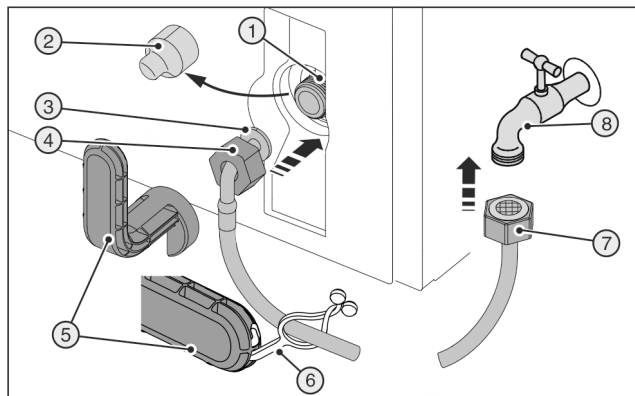
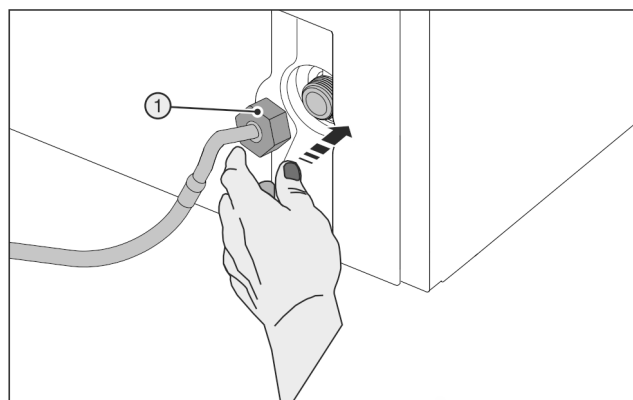

Fig. 45
Fig. 46
Rozbite urządzenie pomocnicze Fig. 45 (5)!
- ▶ Narzędzie pomocnicze Fig. 45 (5) stosować wyłącznie w temperaturze pokojowej.
- ▶ Zdjąć osłonę Fig. 45 (2).
- ▶ Ułatwiony montaż: Prosta końcówka węży Fig. 45 (7) ułożyć na podłożu, po lewej stronie.
- ▶ Nasunąć nakrętkę Fig. 45 (4) na zagiętą końcówkę węży Fig. 45 (3) do końca i przytrzymać.
- ▶ Ostrożnie umieścić nakrętkę Fig. 46 (1) i przykręcić prosto dwoma palcami na gwincie, aż do uzyskania pewnego mocowania.
- ▶ Nakrętkę Fig. 46 (1) dokręcić przy użyciu narzędzia pomocniczego Fig. 45 (5) w kierunku zgodnym z ruchem wskazówek zegara do momentu osiągnięcia maksymalnego momentu obrotowego i przekręcenia narzędzia pomocniczego Fig. 45 (5).
- ▶ Przykręcić nakrętkę Fig. 45 (7) do zaworu odcinającego Fig. 45 (8).
- ▶ Nakrętkę Fig. 45 (7) dokręcić przy użyciu narzędzia pomocniczego Fig. 45 (5) w kierunku zgodnym z ruchem wskazówek zegara do momentu osiągnięcia maksymalnego momentu obrotowego i przekręcenia narzędzia pomocniczego Fig. 45 (5).
- ▶ Otworzyć zawór odcinający Fig. 45 (8) zasilania wodą i sprawdzić szczelność całego systemu wodnego.
- ▶ Nakładkę Fig. 45 (6) zaczeplić w narzędziu pomocniczym Fig. 45 (5) i przymocować do węży z panczerem ze stali nierdzewnej w celu przechowania.